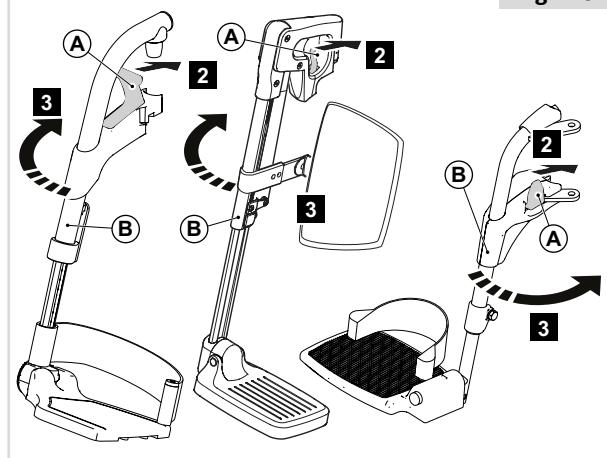

Fig. 7.6
7.5 Swing-away-benstöd (Fig. 7.6)